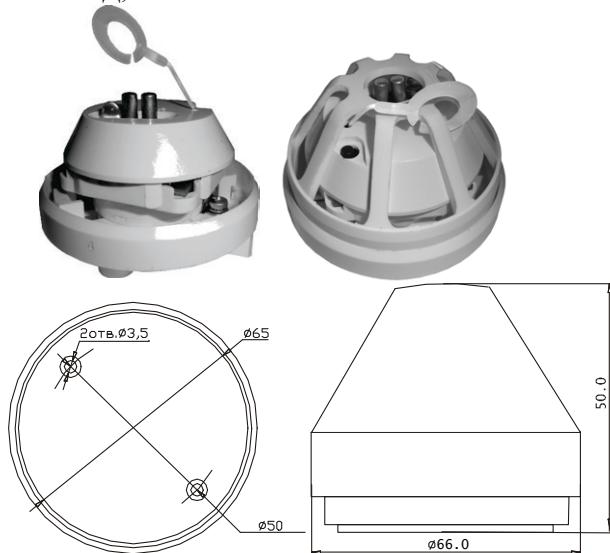

Рис.1
6.1 Устройство устанавливается на потолках или других конструкциях охраняемых помещений согласно требованиям СП5.13130.2009. Площадь, контролируемая одним устройством, определяется согласно п.13.6.1 СП 5.13130.2009 . Габаритные и присоединительные размеры приведены на рис.1.